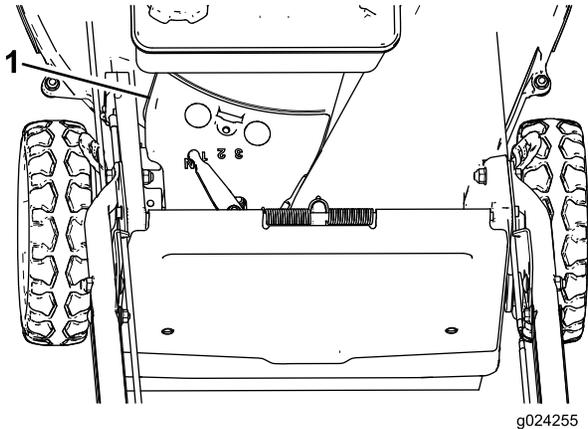

Figure 31
3. Déposez le couvercle de courroie (Figure 31) du carter du plateau de coupe.